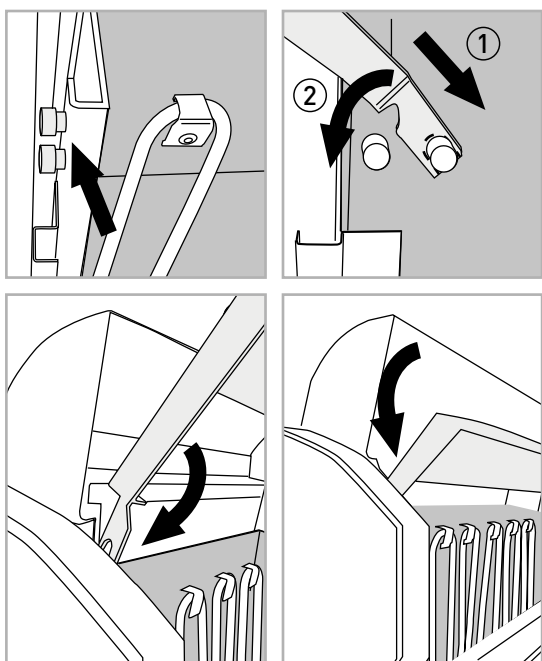

Bild 3.6
4) Bastustenshyllan monteras enligt följande: på aggregatets innersida ca 9 cm nedåt från deflektorns övre kant finns det på båda sidorna fästknoppar av metall för bastustenshyllan. Bastustenshyllans hållarstänger trycks i enlighet med bilden på de bakre knopparna snett uppifrån (1) och hyllan trycks från sina stänger på de främre fästknopparna (2). Sedan kan bastustenarna staplas på hyllan (se bild 3.6).